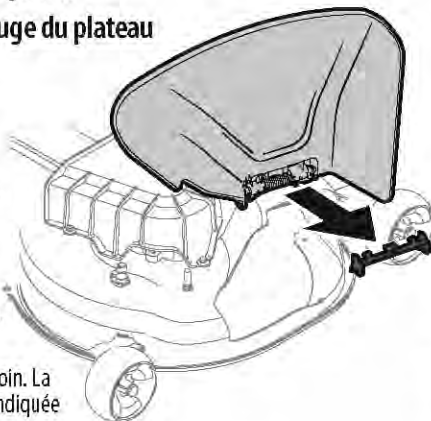

Figure 19
1. Repérez le support qui retient le déflecteur d'éjection en position verticale à des fins d'expédition. Retirez le support du déflecteur d'éjection, si présent, avant d'utiliser l'appareil. Relevez le déflecteur d'éjection et maintenez-le dans cette position pour enlever le support. Abaissez le déflecteur d'éjection et jetez le support. Voir Figure 19.